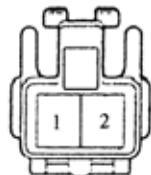

图 9-266
(2) 检查线束(TVSSECU 钥匙未锁报警开关)，如图 9-266 所示。
(3)检查线束(钥匙未锁报警开关搭铁)(见图 9-266 所示)。